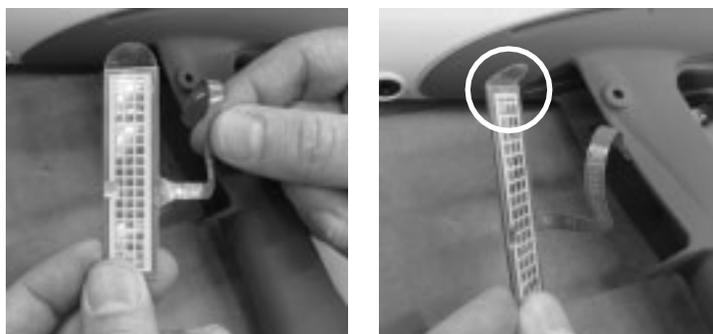

Abbildung 20 Installieren des Auslöseschalters– Schritt 3
3. Siehe Abbildung 20. Richten Sie das Flachbandkabel aus und biegen Sie dann die Zuglasche oben am Schalter so, dass sie senkrecht zum Schalter steht.